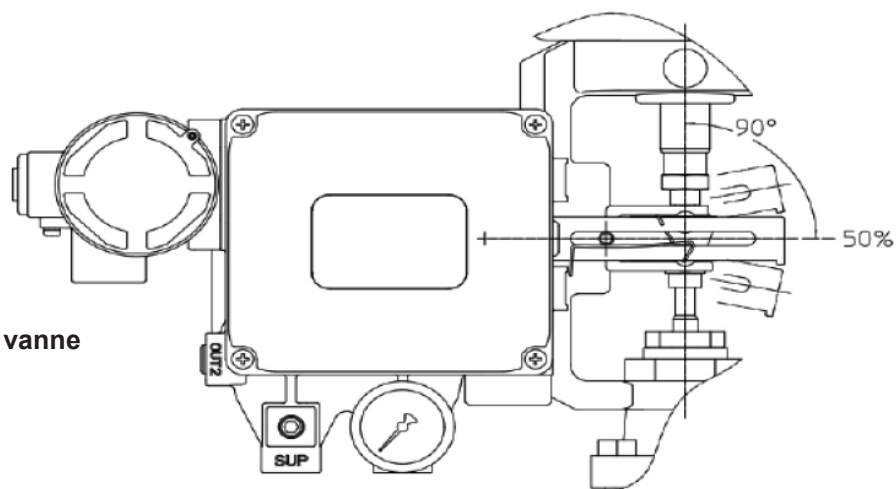

Fig. 9
4. Connecter l'alimentation en air à l'actionneur pour positionner la vanne à mi-course, voir Fig. 9
4. Connecter l'alimentation en air à l'actionneur pour positionner la vanne à mi-course, voir Fig. 9.